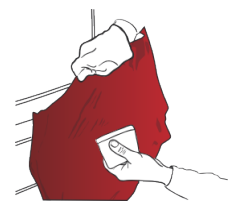

Abbildung 22
- › Gegebenenfalls die Folie wieder ablösen, erneut spannen, die konvexe Fläche vollständig bedecken und verkleben. (Abb. 22)